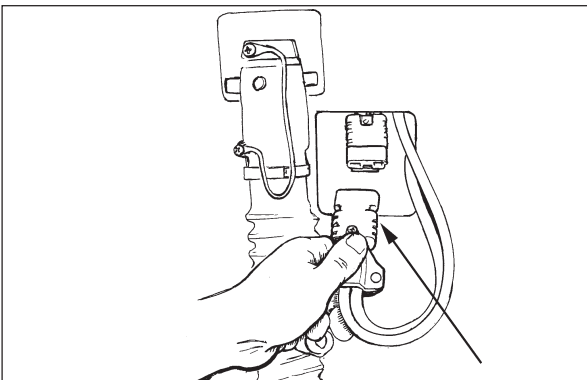

Figure 9
6. Relier le connecteur de l'ensemble des batteries au connecteur du panneau de commande. Voir figure 9.